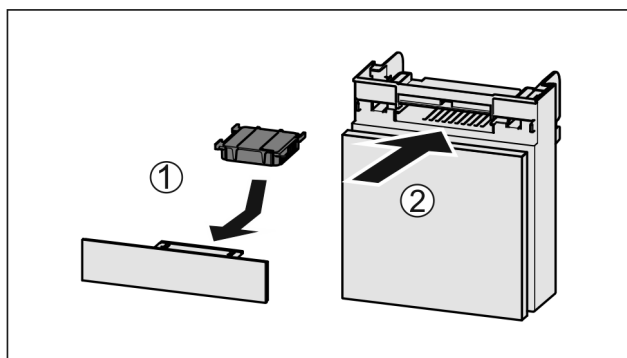

Fig. 133
- Установите фильтр с активированным углем, как показано на рисунке Fig. 133 (1).
- Вставьте отделение Fig. 133 (2).